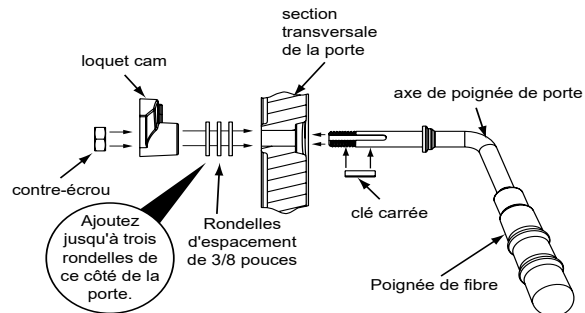

Figure 24.2
2. Placez une deuxième ou plusieurs rondelles comme il est indiqué à la **Figure 24.2**.